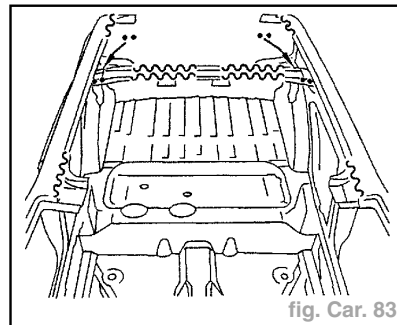

fig. Car. 83
- Souder par points électriques (fig. Car. 83).